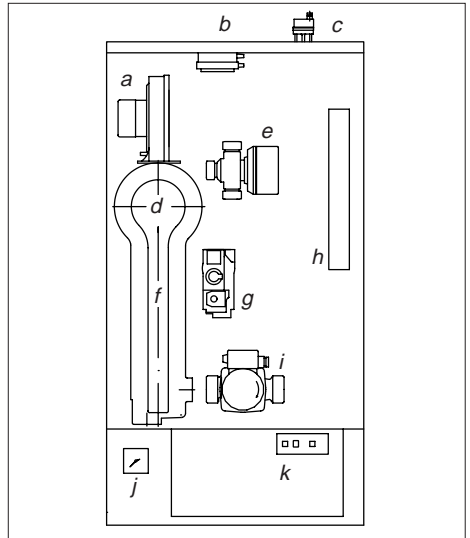

Bild 01 Schematische Darstellung
1. Kontrollieren Sie, ob der Wasserdruck ausreichend ist. Das Manometer (Bild 01, Pos. j) soll einen Wert von min. 0,8 bar anzeigen (besser auf ca. 1,5 bar auffüllen).
2. Kontrollieren Sie, ob der Kunststoffstopfen am automatischen Entlüfter (Bild 01, Pos. c) geöffnet ist.